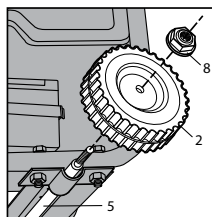

Рис. 4
5. Установите колеса 2 на ось 5 и закрепите их при помощи гаек 8 (рис. 4).